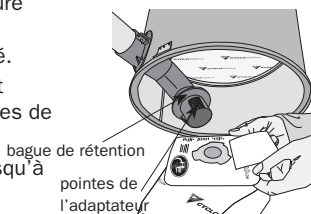

figure 17
3. Installer le nouveau sac, en vous assurant d'aligner les coches du sac avec les pointes de l'adaptateur (**figure 17**).